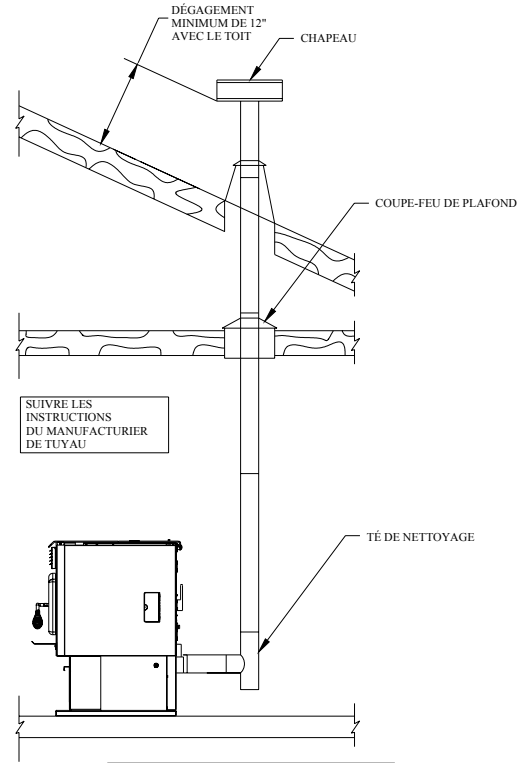

FIGURE 9
A. INSTALLATION VERTICALE AVEC UN SYSTÈME D'ÉVACUATION NEUF (Voir les figures 9 & 10)